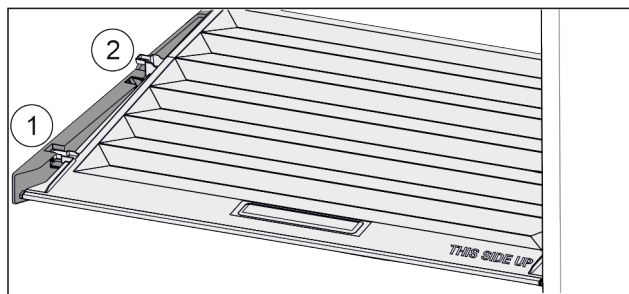

Fig. 73
- Vytáhněte víko dopředu až k otvoru v přídržných dílech Fig. 73 (1).
- Vzádu zespuďte nadzvedněte a vyjměte směrem nahoru Fig. 73 (2).